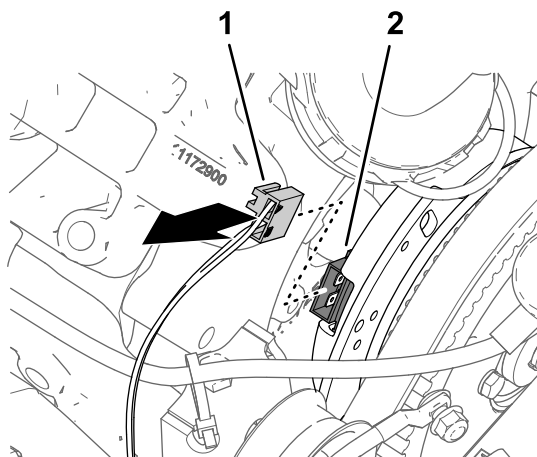

图168
1. 从交流发电机的 2 针接头断开标有喷洒泵线圈的机器线束 2 插槽接头 图168。